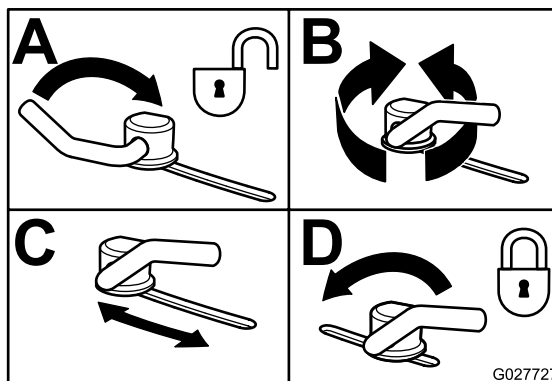

Figura 38
3. Per regolare i blocchi delle camme alzate la leva e allentate i blocchi (Figura 38).
5. Spostate la leva sopra per serrare il deflettore e i blocchi delle camme (Figura 38).